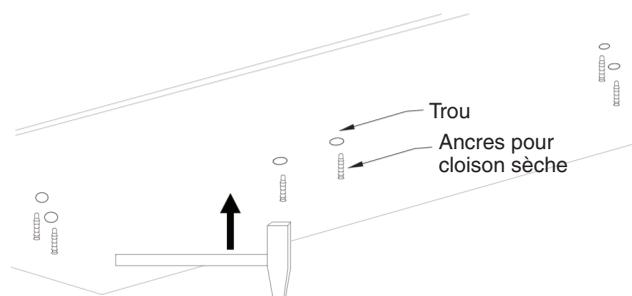

Fig. 2
2. Préparation pour l'installation: Comme illustré dans la **Fig. 2**, fixez les ancres pour cloison sèche (**C**) dans les trous dans le plafond.